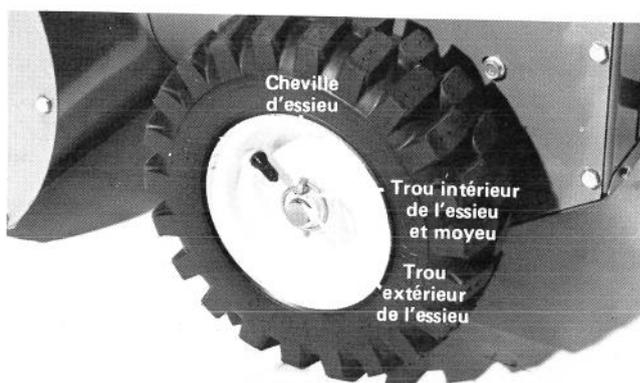

Figure 18
**Cheilles d'essieu (Fig. 18)** — Déplacez la cheville d'essieu au trou d'essieu extérieur pour faire circuler la déneigeuse à roues libres. Placez la cheville dans le trou traversant le moyeu de la roue et le trou intérieur de l'essieu pour assurer la prise directe aux deux roues.
La déneigeuse peut être utilisée à roues libres ou fonctionner comme machine automotrice. Quand les chevilles d'essieu sont placées dans le trou extérieur de l'essieu (Fig. 18), la déneigeuse se déplace à roues libres. Par contre, si on place les chevilles dans le trou intérieur de l'essieu et le moyeu de la roue (Fig. 18), la déneigeuse devient automotrice.